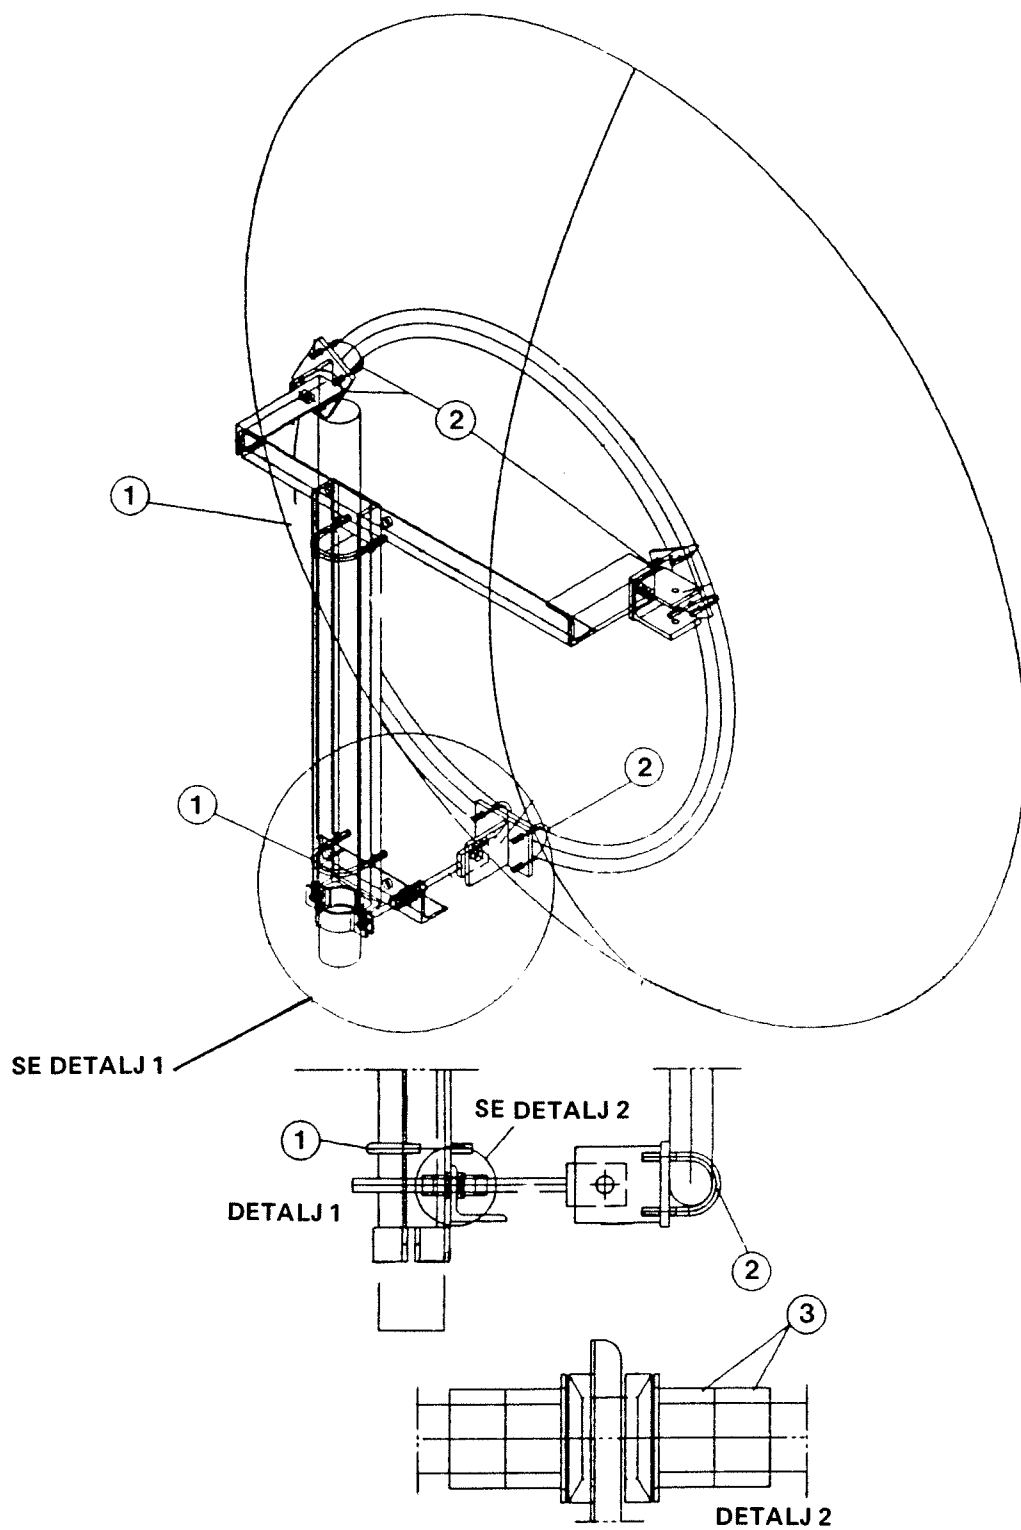

Bild 4. Riktantenn 4/25 med fäste
- Justering i vertikalled, se bild 4.
- Justering i horisontalled, se bild 4.